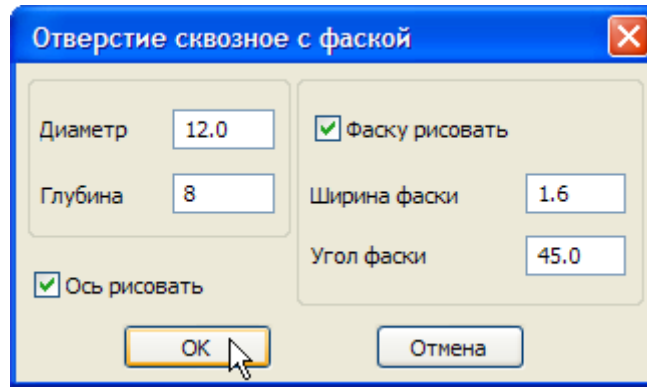

Рисунок 30.
- Задайте параметры отверстия: диаметр, глубину и ширину фаски. При заполнении полей клавишу <Enter> нажимать не нужно, просто вводите числа (рис. 30).